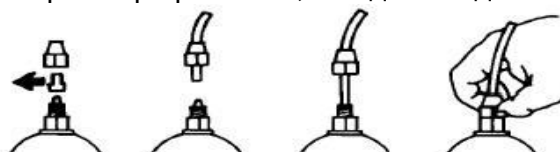

Рис. 7
- e.** – Снимите защитные колпачки с двух ниппелей, пропустите шланг через гайку, одновременно проталкивая и вращая, вставьте шланг в коническое соединение ниппеля (зажим шланга). Поворотом гайки зафиксируйте шланг. (Рис. 7)